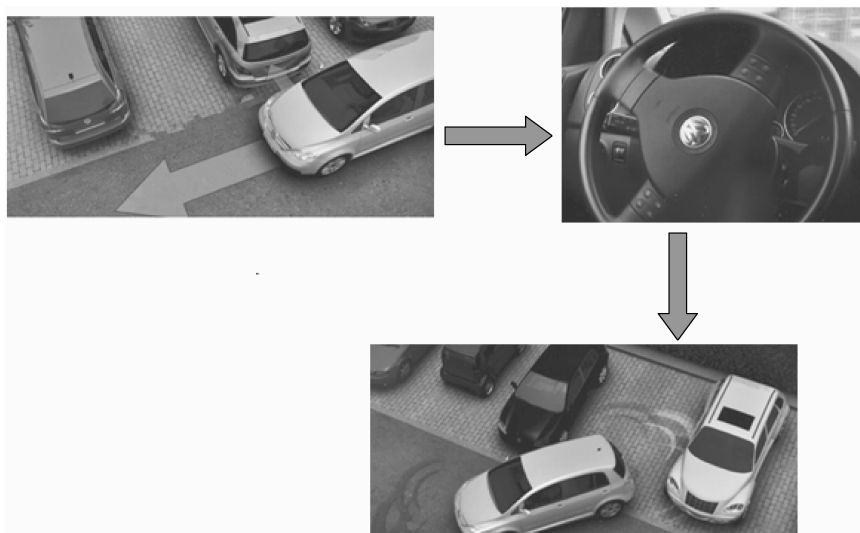

图 1-45 Park4U 系统工作过程
(1) 定义 Park4U 系统就是电子泊车系统,只需按一下“Park4U”键,即可启动泊车程序。
(2) 工作过程 如图 1-45 所示, Park4U 系统利用位于车身四周的多个超声波雷达来帮助系统“看清”周围事物,当车辆的速度在 30km/h 以下,且距离路边车辆为 50 ~ 150cm 之间时,系统就会寻找合适的停车位。